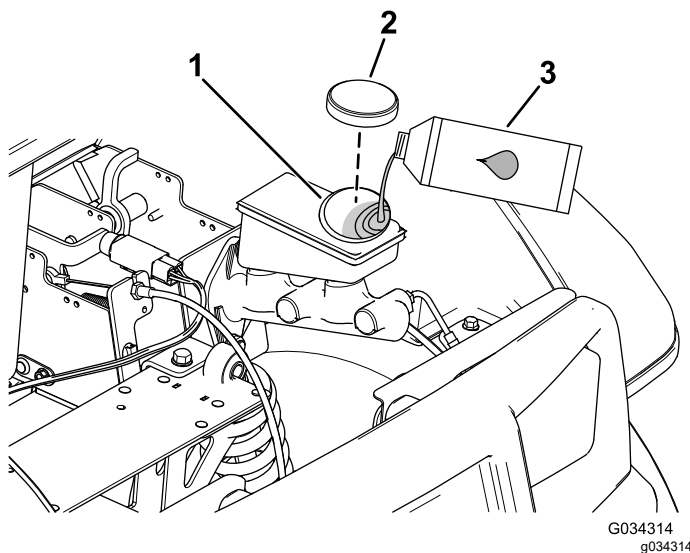

図 51
2. フードを持ち上げてブレーキのマスターシリンダとブレーキ液タンクにアクセスできるようにする **図51**。
A. ウェスでタンクのキャップの周囲をきれいに拭いてキャップ外す **図51**。
- C. タンクにキャップを取り付ける 図 51。